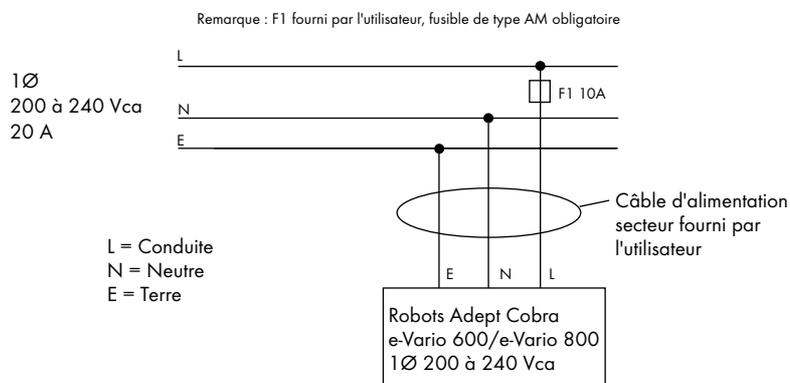

Figure 4.8 : installation électrique standard avec alimentation monophasée
1. Connectez l'extrémité libre du câble CA à votre source d'alimentation électrique. Pour plus d'informations, voir la figure 4.8 et à la figure 4.9, page 50. Ne mettez pas le robot sous tension à ce stade.